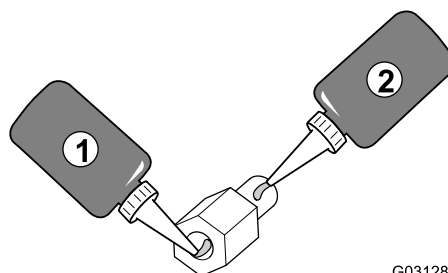

Рисунок 156
2. Нанесите слой стопорящего состава для резьбы (с умеренно высокой степенью фиксации) на резьбу гайки переходника (Рисунок 156).
4. Нанесите слой стопорящего состава (с умеренно высокой степенью фиксации) на резьбу стержневой части переходника (Рисунок 156).